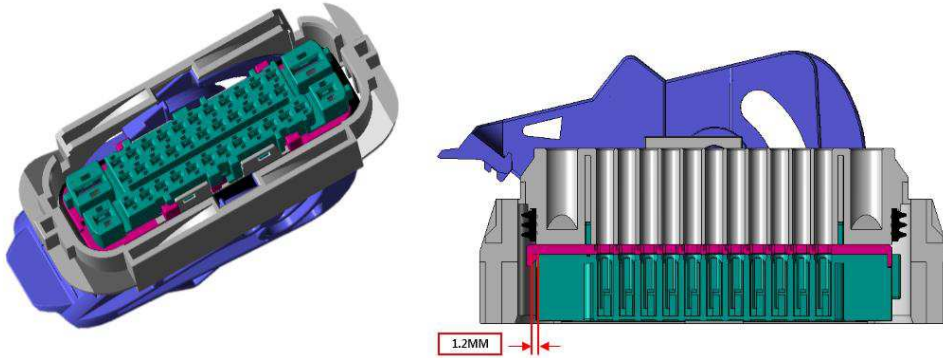

Fig. 12
- (1) TPA 가 Pre-lock 상태인지 확인하십시오. (Fig.12 참조) Final lock 상태일 경우에 단자가 삽입되지 않으므로 Rework 후 다시 단자를 삽입 하십시오.
Female 단자의 탈착시, TPA 는 Pre-lock 상태로 빠져 있어야 (Fig.12 참조) 한다.